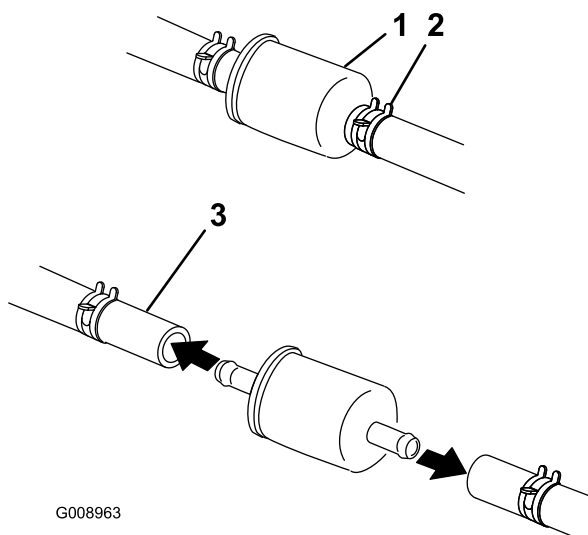

Figura 50
5. Chiudete la valvola di intercettazione del carburante dietro il sedile (Figura 50).
6. Premete le estremità delle fascette stringitubo ed allontanatele dal filtro (Figura 50).
8. Montate un nuovo filtro ed avvicinate le fascette stringitubo al filtro (Figura 50).